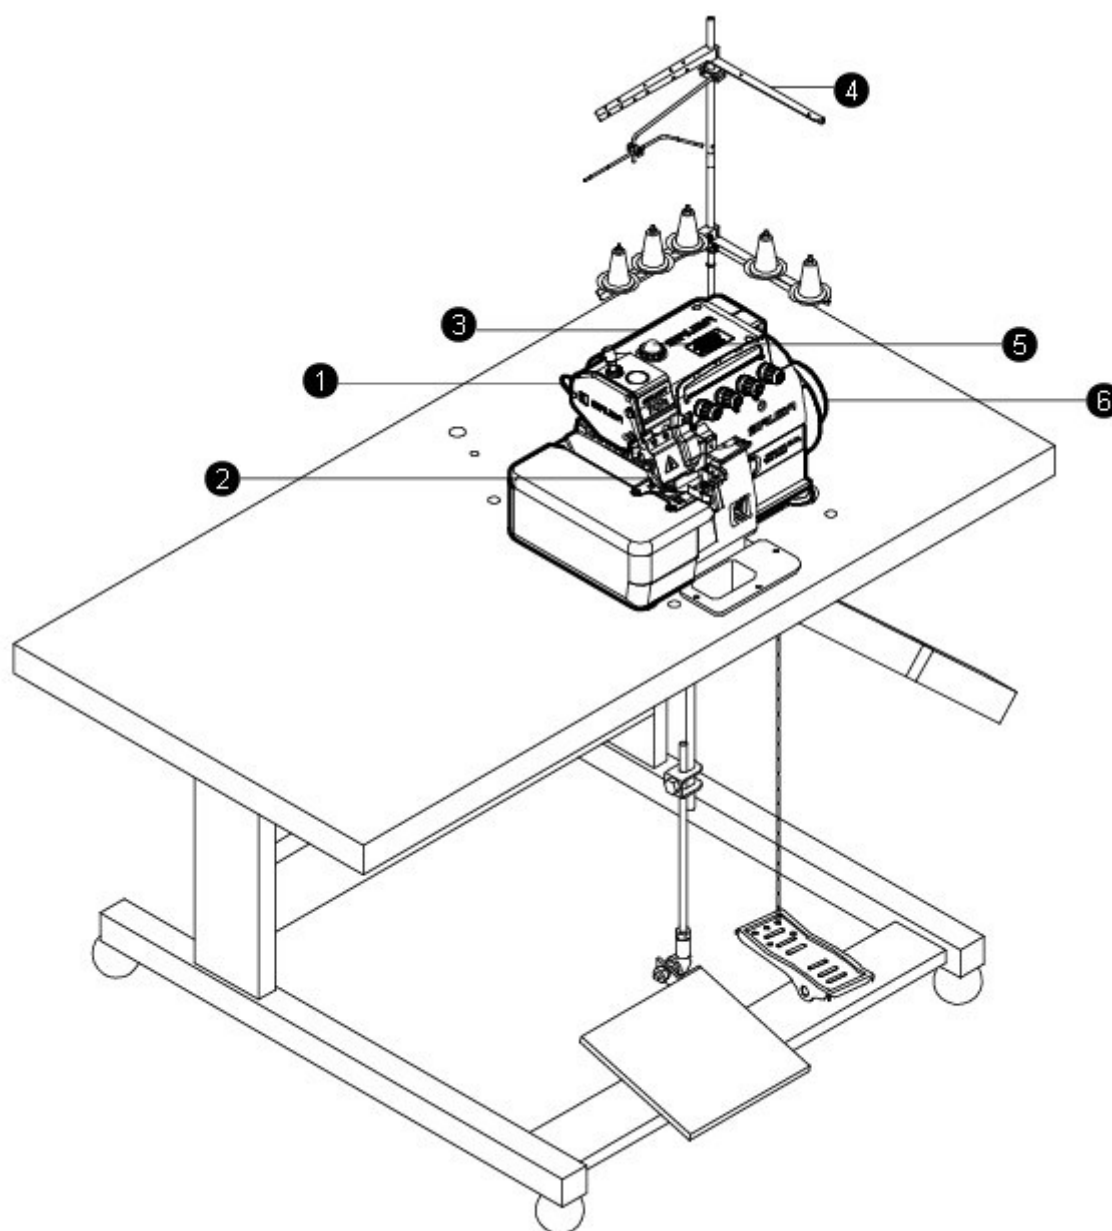

Fig. 6
- (1) Alavanca de levantamento (Fig. 6)
- (2) Pedal
- (3) Caixa de controle
- (4) Estante portafios
- (5) Visor do nível de óleo
- (6) Visor do nível de óleo